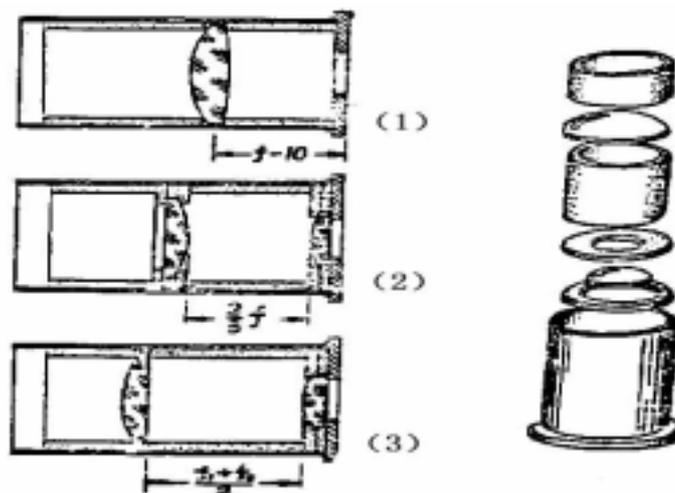

图22
(1) 用一片双凸透镜可以做一个如图22(1)那样的目镜。如果用的是平凸透镜，那么凸面应向前，做出来的效果较好。镜片后面要留出一段距离，使跟眼能处于出瞳位置。这种目镜的视场较小，边缘的像质较差。
(2) 用二片焦距相同的平凸透镜，可按图22(2)装配成冉斯登式目镜：较大的一块镜片应放置在前面，二块镜片的凸面相对，中间相隔距离为透镜焦距的 $2/3$ ，组合后的目镜焦距为原透镜焦距的 $3/4$ 。这种目镜比单透镜的要好得多。它的焦点在透镜组的外面。可以当放大镜使用或放置十字丝和分划板。
(3) 用二片焦距不同的平凸透镜，其中一片的直径较大，焦距为另一片的 $2\sim 3$ 倍，可以组装成图22(3)的惠更斯型目镜。焦距长的一片在前，短的一片在后，他们的凸面都朝向物镜，间隔的距离是二块镜片焦距的 $1/2$ 。组合后的目镜焦距为后一片透镜焦距的 $1.3\sim 1.5$ 倍。这种目镜的焦点在透镜组的内部。所以不能用作放大镜，也不便安装十字丝或分割板。